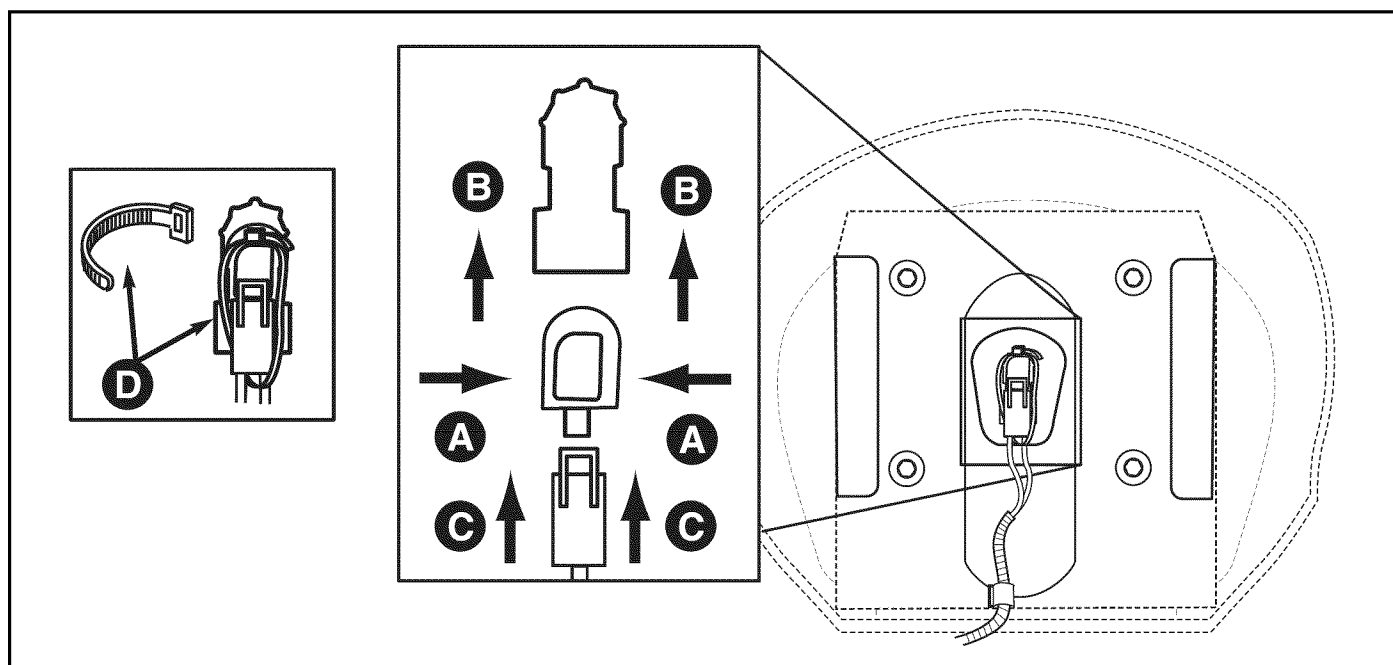

Figura 2. Procedimiento de instalación del interruptor de seguridad del asiento
1. Apriete los ganchos laterales del interruptor de seguridad (A, Figura 2), e inserte el interruptor en la ranura (B) en la parte baja del asiento. Asegúrese de deslizar el interruptor completamente hacia adelante.
2. Conecte la caja del terminal de cableado (C) al interruptor del asiento.
3. Enrosque la atadura de cable (D) en torno de ambos, el cuerpo del interruptor y la caja del terminal.